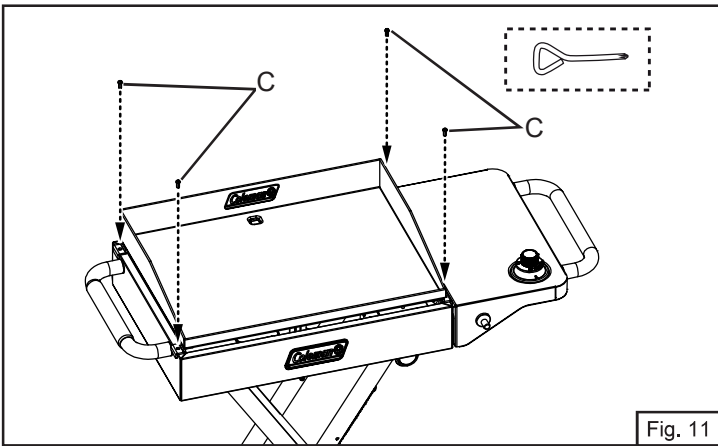

Fig. 11
11. Gire los tornillos en el sentido de las agujas del reloj para fijar la plancha (Fig. 11).